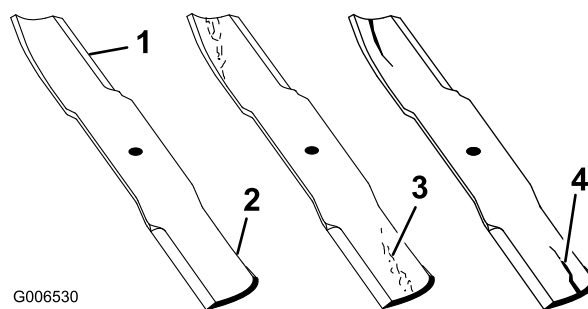

Figure 94
2. Inspectez les lames, surtout la partie relevée (Figure 94). Remplacez immédiatement toute lame endommagée, usée ou qui présente une entaille (Figure 94).
1. Examinez le tranchant des lames (Figure 94). Si les lames coupent mal ou présentent des indentations, déposez-les et aiguisiez-les; voir Aiguisage des lames.